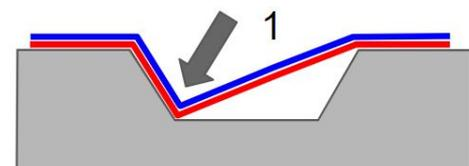

Fig.3
- 3) Appuyez avec les doigts dans la partie la plus profonde de l'ondulation et veillez à obtenir un contact à 100 % entre le film et la surface. Chauffez les zones qui ne sont pas encore entrées en contact avec le substrat et suivez délicatement la forme avec les doigts. L'utilisation de gants légèrement humides facilitera ce processus (maintenez toujours une température entre 35°C et 50°C pendant cette étape). Fig.3